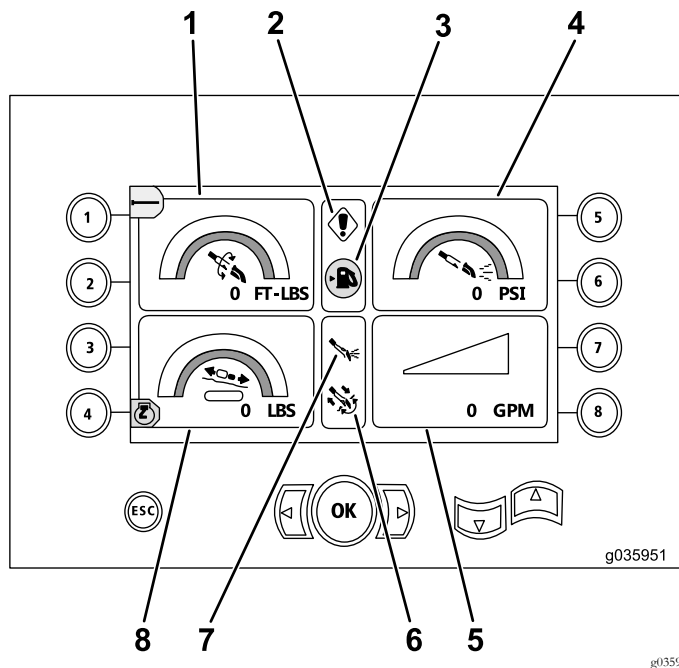

Figura 4
- Advertencia de código de error de perforación y/o motor (Figura 4)
- Indicador de bajo nivel de combustible (Figura 4)
- Indicador de fluido de perforación (Figura 4)
- Perforación automática en la posición de ACTIVADO (Figura 4)
Esta pantalla proporciona medidas de presión rotativa en pies-libra, presión del fluido de perforación en psi, presión del carro en libras, y caudal de fluido de perforación en gpm (Figura 4).